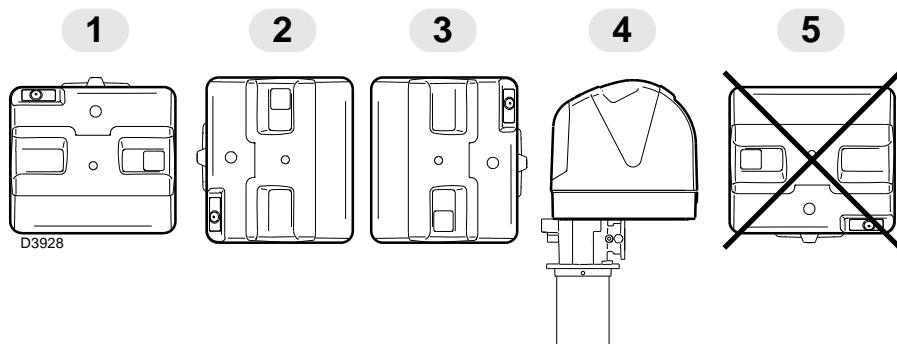

Fig. 9
- Le brûleur a été conçu exclusivement pour fonctionner dans les positions **1, 2, 3 et 4** (Fig. 9).